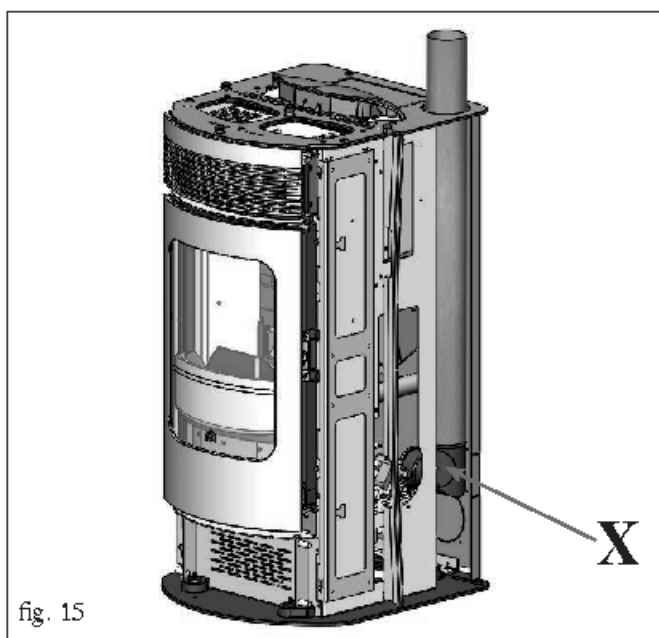

fig. 15
- Rimuovere il gomito di raccordo (X - fig. 15) completa di fascetta dalla chiocciola fumi e riposizionarlo con l'innesto, per il collegamento al tubo uscita fumi (non in dotazione), rivolto verso l'alto.